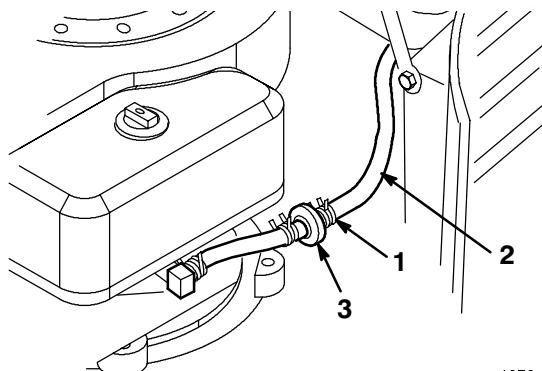

Figure 30
3. Pincez les extrémités du collier de fixation et poussez le collier en haut de la conduite d'alimentation, en direction du réservoir d'essence (Fig. 30).
4. Débranchez la conduite d'alimentation du filtre (Fig. 30) et laissez l'essence s'écouler dans un bidon ou un bac de vidange.
Le meilleur moment pour remplacer le filtre à carburant (Fig. 30) est lorsque le réservoir à carburant est vide. Ne remontez jamais un filtre sale après l'avoir enlevé de la conduite d'alimentation.
3. Pincez les extrémités des colliers et faites glisser ceux-ci pour les éloigner du filtre (Fig. 30).